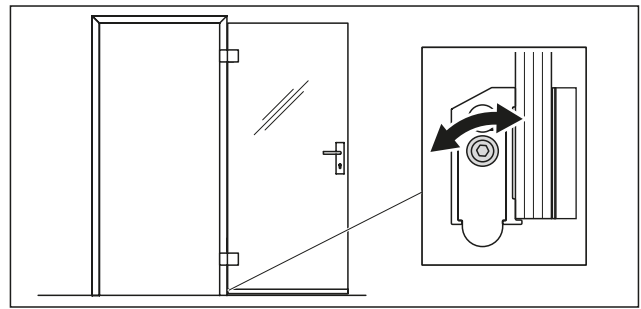

Abb. 17 Den Absenkmoment im Auslösekeil an der Nebenschließkante einstellen
1. Wenn die Absenkdichtung beim Türschließen zu früh oder zu spät auslöst, dann den Absenkmoment mit einem 3-mm-Innensechskantschlüssel im Auslösekeil einstellen (Abb. 17).